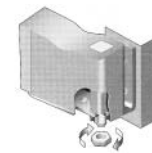

Abb. 5.
- Entfernen Sie die Mutter vom unteren Scharnierhalter (Abb. 5).